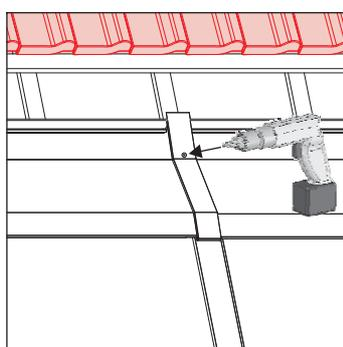

Fig. 3-56 Fase di lavoro 14
14. Avvitare la lamiera di copertura superiore con le viti da lattoniere (in dotazione) sul listello ausiliario superiore (fig. 3-56).